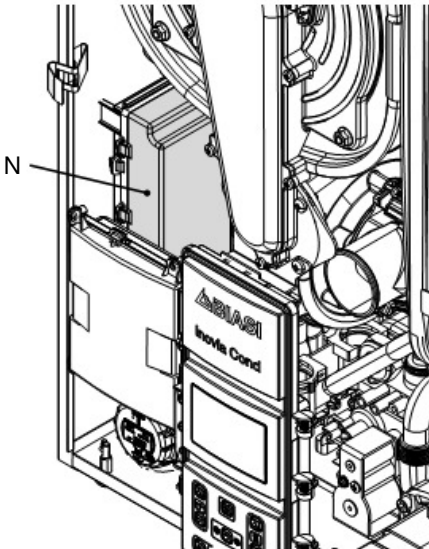

Figura 5.18
- Localice la tapa de cobertura de la bornera N (Figura 5.18) y ábrala.